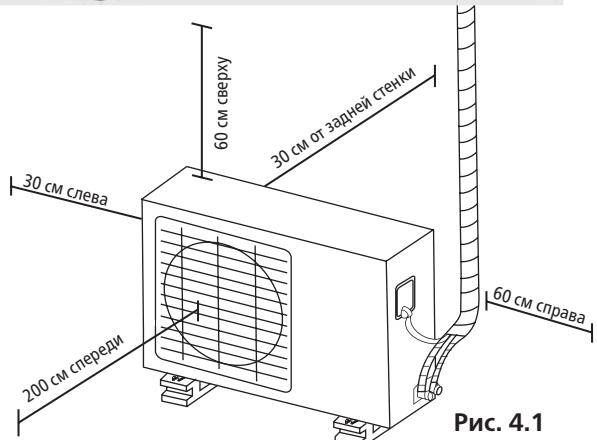

Рис. 4.1
- Соответствовать всем требованиям по зазорам, показанным на **рис. 4-1**.